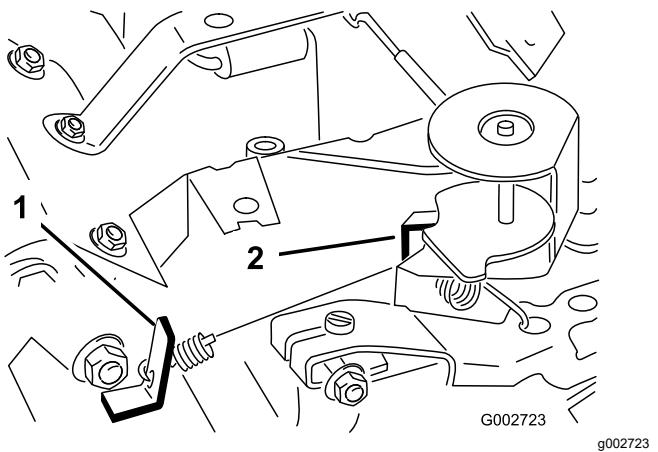

図 40
- 調速アイドルスプリングアンカーの耳(図 40)を曲げて、エンジン速度を 1,675-1,175 rpm に調整する。
6. 高速アイドルスプリングアンカーの耳(図 40)を曲げて、エンジン速度を 3,350-3,450 rpm に調整する。